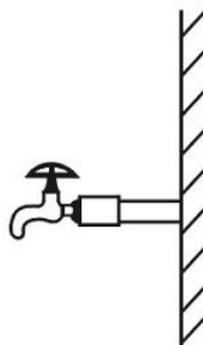
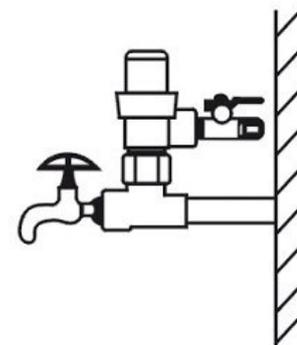

Abb. 10: 3-Wege-Verbinder
Abb. 12: Reduzierventil
1. Um das Kugelventil zu installieren, benutzen Sie einen 3-Wege-Wasserzulaufverbinder **(A)**, an den das Kugelventil **(B)** angeschlossen wird. Verbinden Sie dann den Wasserhahn mit dem 3-Wege-Wasser-Verbinder (Abb. 10 und 11). Falls ein Druckminderventil verwendet wird, so wird dieses angeschlossen (Abb. 12).